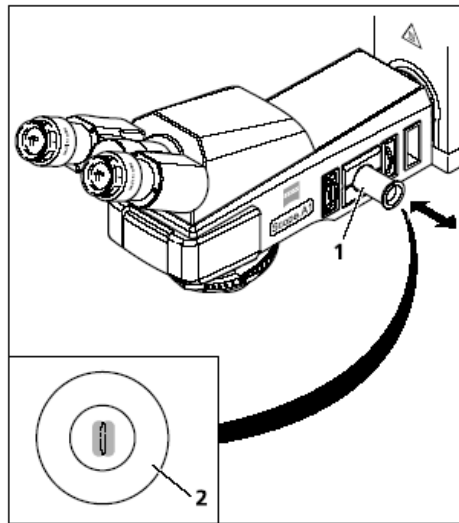
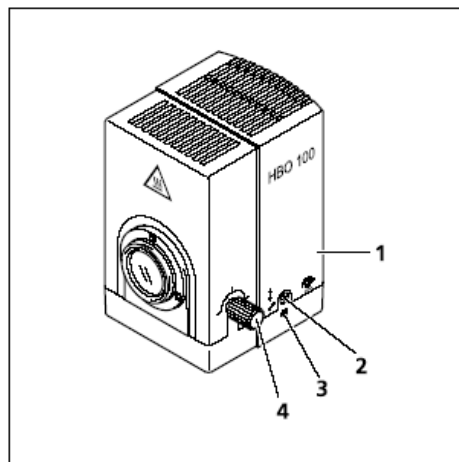
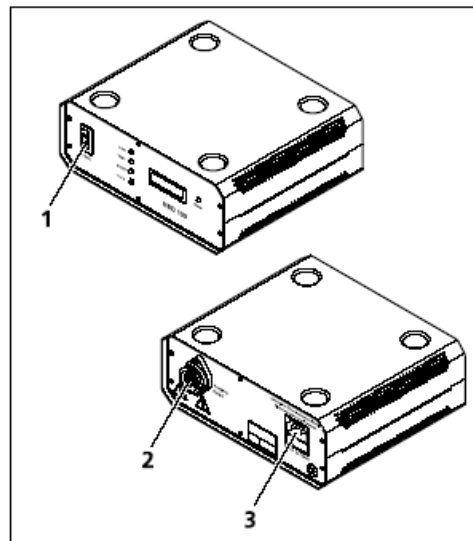

图 3-33 调节工具
图 3-34 调节 HBO 100
图3-38 HBO 100 W变压器（前面和后面）
- 打开 HBO 100 W（图 3-38/1）连接的 HBO 100 照明器（图 3-34/1），等待一会，直到它达到操作温度。
- 将调节工具（图 3-33/1）从显微镜主机体上拔出。在调节工具的黑色玻璃上可以看清楚 HBO 103 W/2 的较浅颜色的焦点及其稍暗的映像。
- 为聚焦灯泡焦点，用调节按钮（图 3-34/4）进行调节。
- 用调节螺丝（图 3-34/2 和 3）聚焦调节环上的焦点图像（图 3-33/2）和其映像图像至肩并肩状态。
- 将HBO 100插头连接到HBO100 W 变压器（图3-38/2），然后变压器的电源（图3-38/3）连接到电插座。
- 用HBO 100 W（图3-38/1）的电源开关打开或关闭头荧光光源（如果正在使用）的HBO 100汞灯。